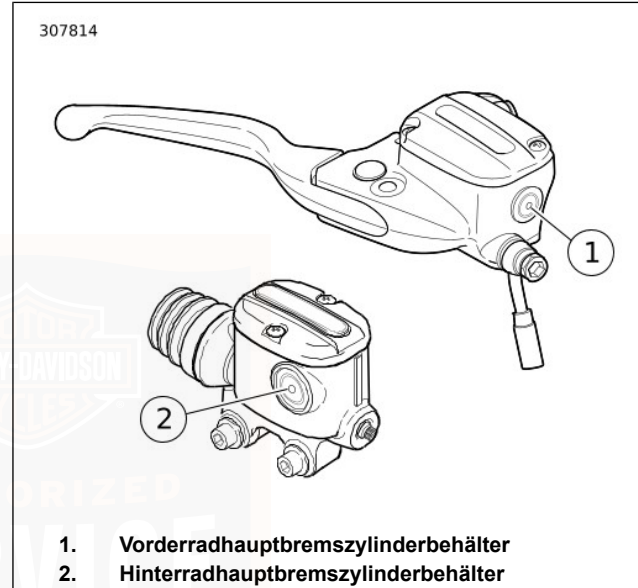

Abbildung 51. Mindestmarkierungen im Schauglas
2. Siehe Abbildung 51. Behälterschauglas prüfen. Der Füllstand muss die Mindestmarkierung auf dem Glas erreichen oder darüber liegen. Wenn der Füllstand unter der Mindestmarkierung liegt oder nicht sichtbar ist, einen Harley-Davidson-Händler aufsuchen.